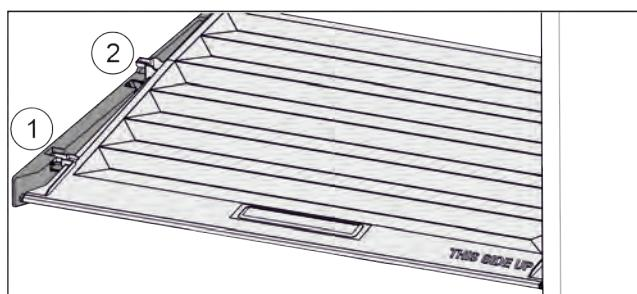

Fig. 27
- ▶ Потянуть крышку до отверстия в поддерживающих деталях вперед Fig. 27 (1).
- ▶ Поднять сзади снизу и извлечь Fig. 27 (2) движением верх.